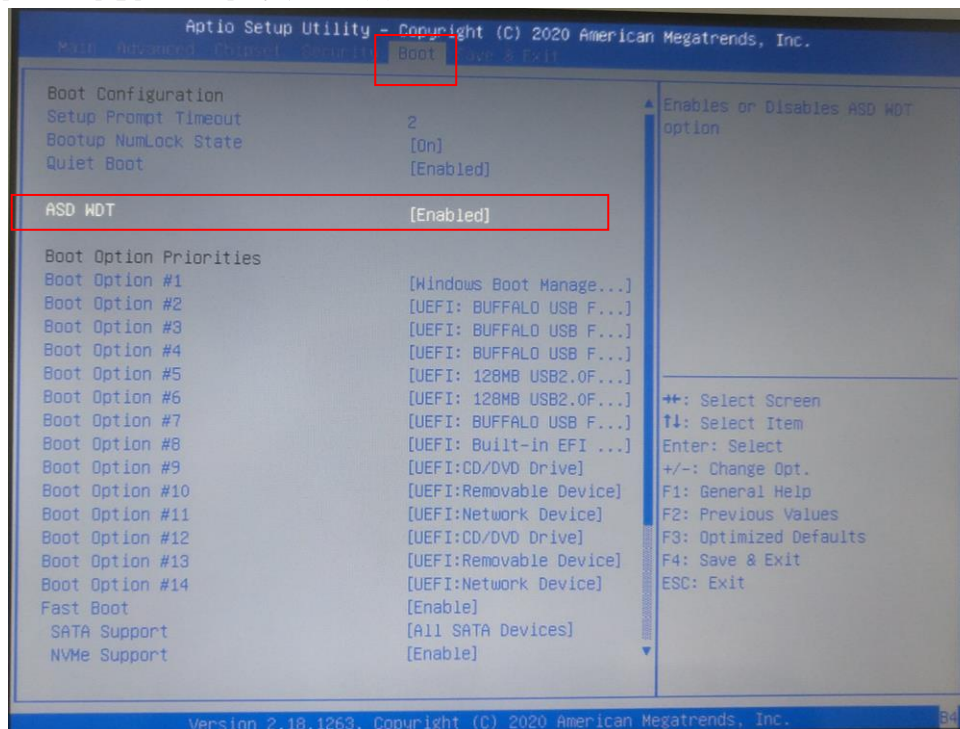

図 5-1-2-1. BIOS 設定画面 ASD WDT 設定
- ⑦ [Save & Exit]メニューを選択します。(図 5-1-2-2)
- ⑧ [Save Changes]を選択し、設定を保存します。
- ⑨ [Boot Override]からリカバリ USB を選択し[Enter]キーを押します。